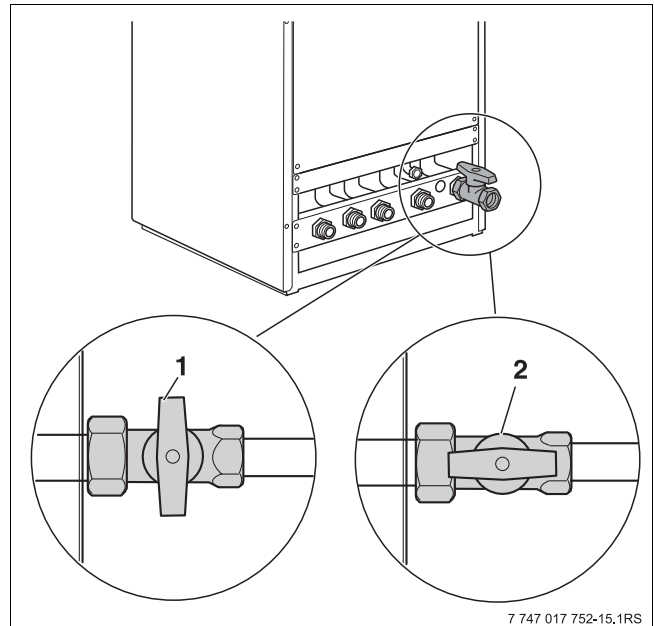

Fig. 33 Robinet de gaz
- Fermer le robinet de gaz (→ fig. 33, [1], page 42).